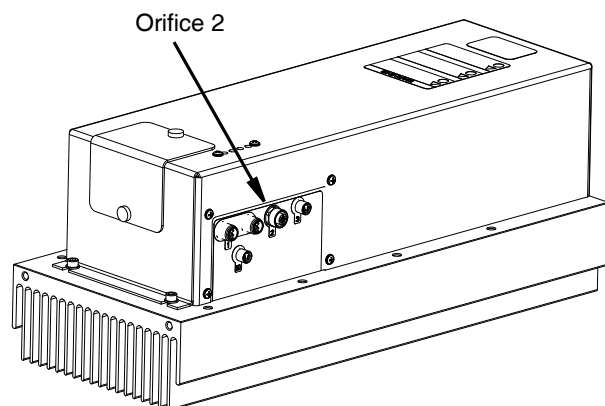

FIG. 8
3. Raccorder la conduite d'air étiquetée "Fermée" de la trousse d'interface de la vanne de distribution (orifice 4 sur le MCM) à la conduite d'air sur la vanne de mélange dynamique Voltex étiquetée "Fermée". Voir FIG. 8.